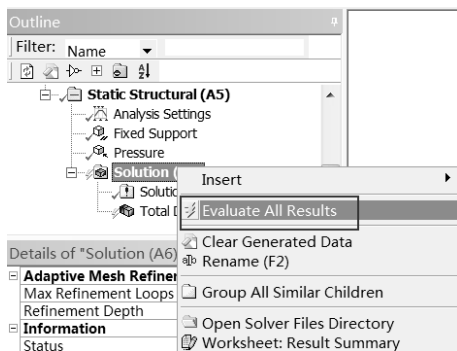

图 14-27 快捷菜单
Step3：在 Outline（分析树）中的 Solution（A6）选项上右击，在弹出的快捷菜单中选择 Evaluate All Results 命令，如图 14-27 所示，此时会弹出进度显示条，表示正在求解，当求解完成后进度条自动消失。